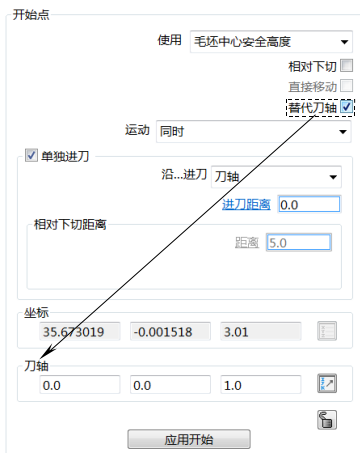

图 1-27
① 刀轴（默认）：进刀方向与刀具轴向一致。
② 接触点法线：在接触点法线方向进刀。如果刀具路径不是由接触点法线生成的，则不能用这个选项。
③ 切线：进刀方向与模型表面相切。
④ 径向：沿刀轴径向方向接近工件。
3) 设置替代刀轴：默认情况下刀轴的矢量方向总是与 Z 轴一致的 ($I=0$ 、 $J=0$ 、 $K=1$)。若要使“开始点”选项区中的“沿...进刀”栏设置的“刀轴”与默认刀轴不一致，可以勾选“替代刀轴”复选框来激活 I、J、K 的设置，如图 1-27 所示。